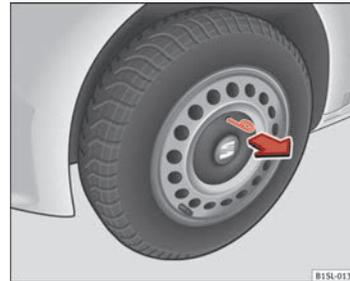

Abb. 133 Radmittenblende an der Stahlfelge abziehen.
- *Zur Demontage* den Drahtaken aus dem Bordwerkzeug an der Kante der Radzierkappe einhängen ⇒ Abb. 133.